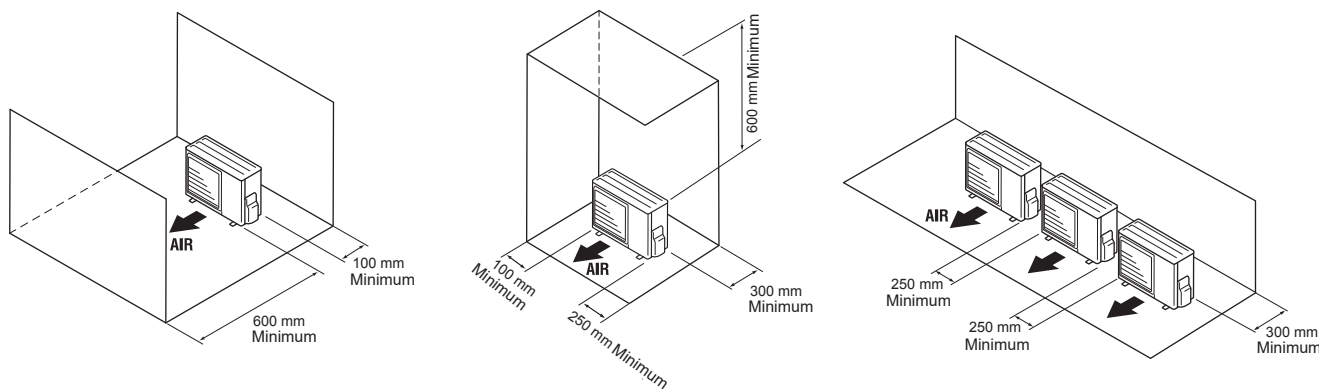

fig. 14 - Dégagements minimum d'installation autour de l'unité extérieure
- L'appareil doit être parfaitement accessible pour les travaux d'installation et de maintenance ultérieurs (fig. 14).
- Aucun obstacle ne doit entraver la circulation de l'air à travers l'évaporateur et en sortie du ventilateur (fig. 14).